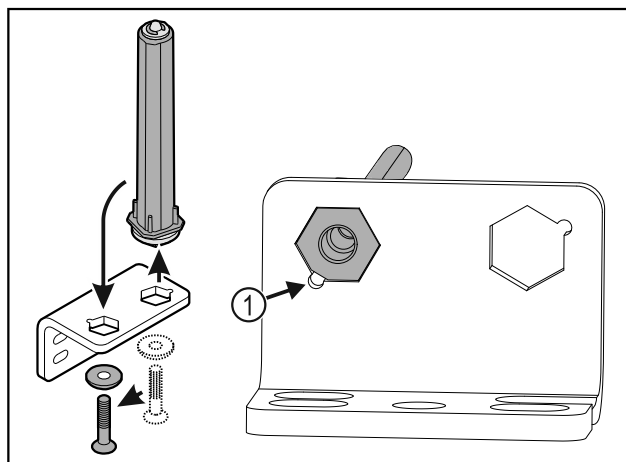

Fig. 32
- Verificare che durante l'inserimento lo smusso del perno Fig. 32 (1) sia rivolto verso il foro circolare.